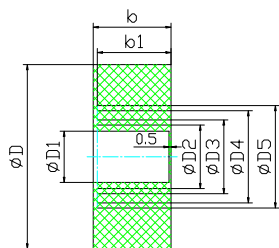

图 3
**7.3.1** 电源引入电缆的外径要与密封圈的孔径相符，密封圈材质为橡胶 XH-21，规格及尺寸见图 3（可根据引入电缆外径大小剥去密封圈同心圆）。配合直径差不大于  $1mm$ ，当压紧接线盒斗后，应保证密封圈与电缆之间以及密封圈与接线盒之间无间隙，否则将失去隔爆性能。